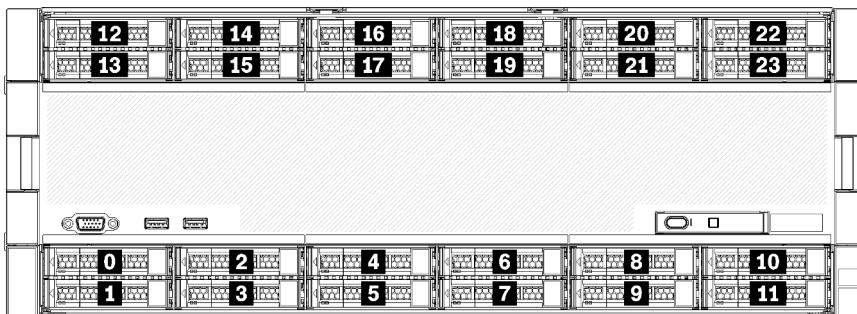

Figura 7. Posizioni dei vani delle unità
- Le due unità superiori supportano unità di interfaccia SAS, SATA o NVMe (Lenovo AnyBay). Il server può supportare fino a 12 unità NVMe, a seconda della configurazione del server. I vani delle unità compatibili con NVMe sono quelli con numeri pari, come mostrato in Figura 7 "Posizioni dei vani delle unità" a pagina 18.